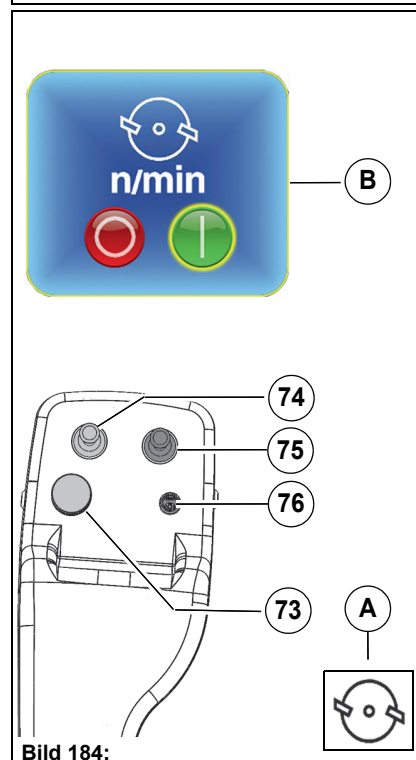

Bild 184:
1. Slå på arbetskörläget med Hako-knappen **Bild 184-76**. Körpedalen måste vara i neutralläge. På multifunktionsdisplayen visas informationssymbolen Gräsklippare **Bild 184-A**.
2. Använd vridtryckströmställaren **Bild 184-73** på multifunktionsdisplayens arbetsmeny för att slå på gräsklipparen **Bild 184-B** och ställa in avlastningen (tillval).